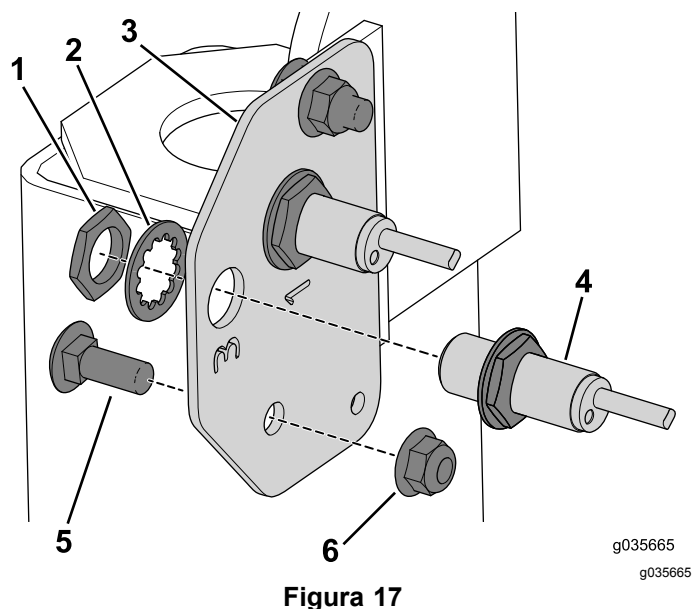

Figura 17
2. Utilizzate i dadi di fissaggio e le rondelle per fissare i sensori di prossimità che avete rimosso prima alla piastra del sensore di destra (Figura 17).
1. Utilizzate i 2 bulloni a testa tonda (3/8 x 1 poll.) e i dadi flangiati per fissare la piastra del sensore di destra alla macchina (Figura 17).